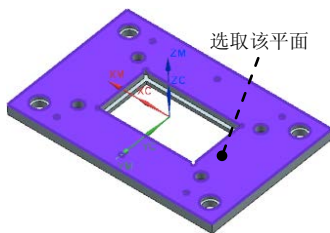

图 11.19 选取参考面
Step2. 在“顶面”对话框中的 **顶面选项** 下拉列表中选择 **面** 选项，然后选取图 11.19 所示的面。